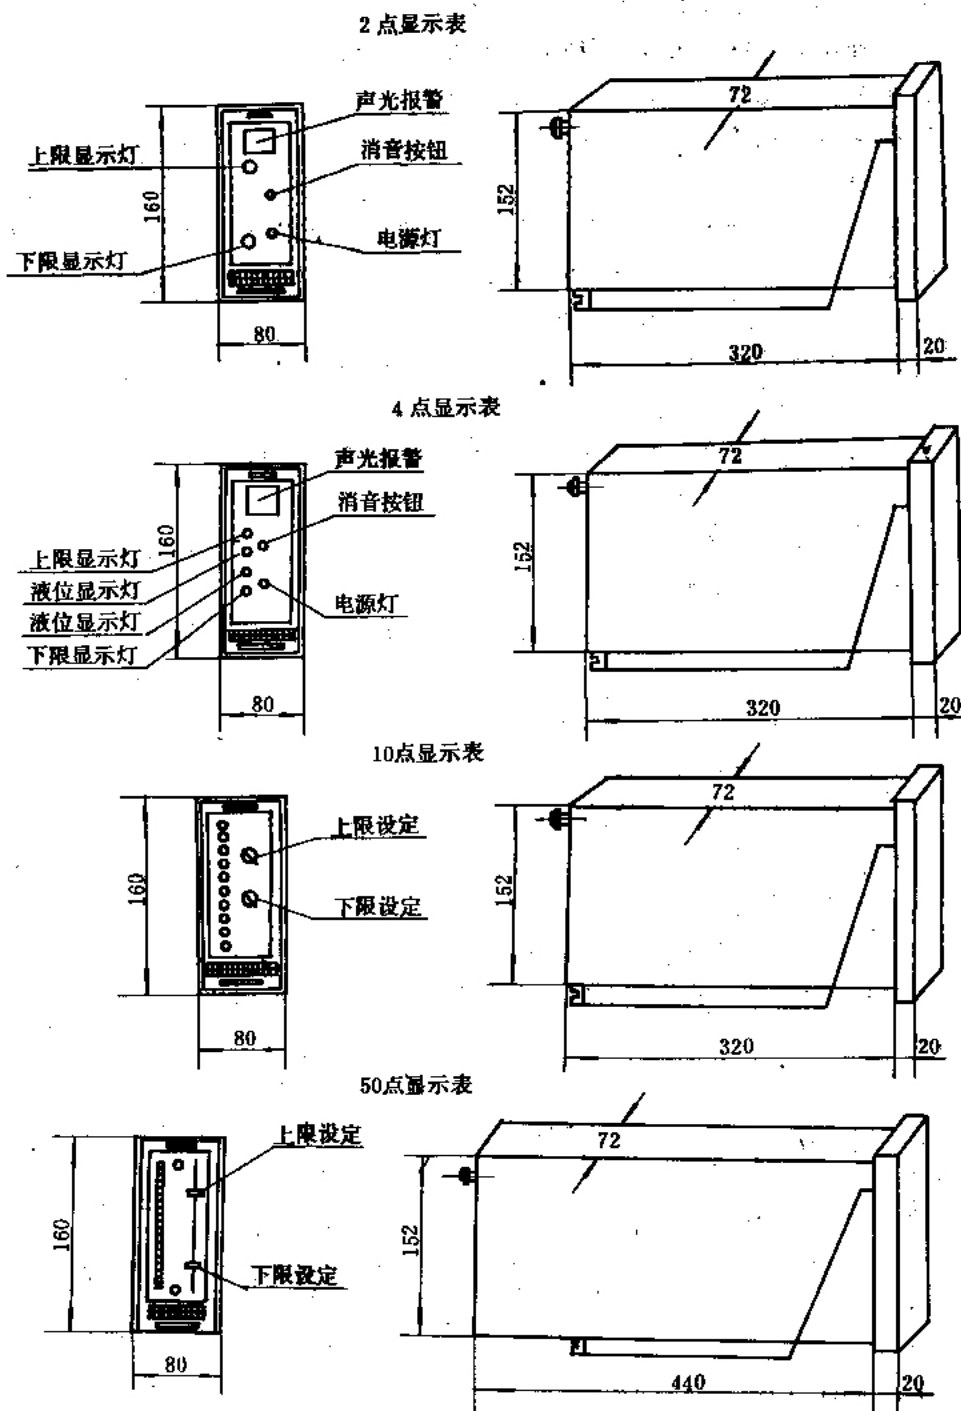
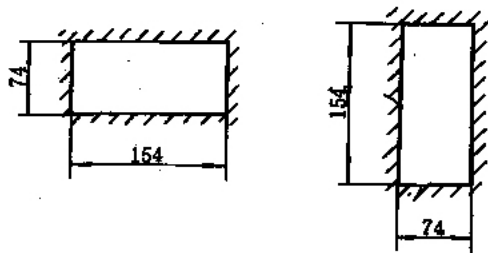
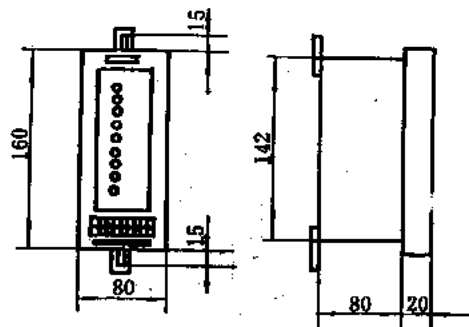

图 17-5-39 UQK-71 系列液位显示表外形尺寸
图 17-5-40 UQK-71系列液位显示表
图 17-5-41 UQK-71系列液位就地显示表
(1) 显示表装在仪表屏上, 嵌入面板安装, 其外形尺寸见图17-5-39。安装开孔尺寸见图17-5-40。就地显示表为墙挂式, 其外形及安装尺寸见图17-5-41。